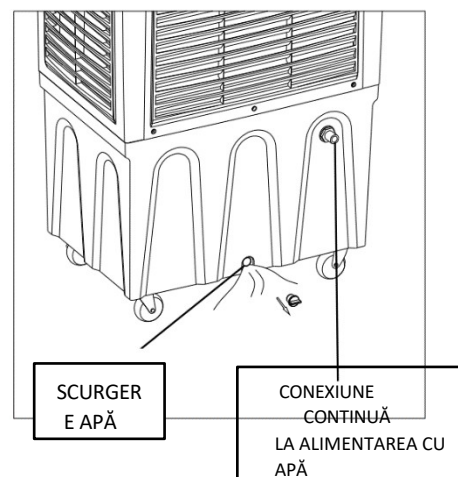

Fig.3
- b) După câteva zile, praful și murdăria se pot acumula în rezervorul de apă. Vă recomandăm să schimbați apa și să curățați rezervorul în mod regulat. Fig. 3
- c) Alternativ, conectați un furtun la orificiul de alimentare cu apă din partea din spate a aparatului pentru a asigura umplerea automată. Se recomandă utilizarea unei supape de reducere a presiunii dacă alimentarea cu apă este la presiune ridicată. Fig. 3